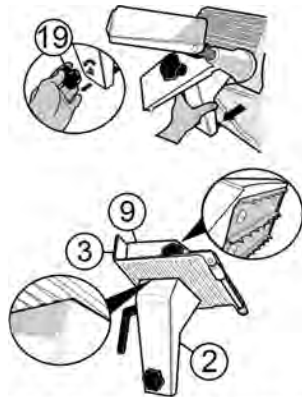

FIG 7. CARRO Y PORTA-CARRO
A. CARRO (Ver Fig. 7).
1.- Afloje la perilla del porta-carro (19) para remover el ensamble completo.
2.- Inspeccione el área de contacto entre el porta-carro (2) y el carro (3) y entre el pisón (9) y las placas dentadas. **Las superficies de contacto entre estos componentes no deberán tener espacios libres o claros. Además los empaques no deberán presentar desgaste o desprendimiento.**
3.- Limpie por completo y remueva todos los restos de comida, ponga cuidado especial a la barra de deslizamiento y al pisón (9). Aplique aceite mineral de uso aprobado para contacto con comida (Pregunte a su distribuidor).
1.- Barra deslizadora: se debe lubricar la barra para deslizamiento de carro con grasa ligera cada 100 horas de uso ó 3 días de servicio. El punto a lubricar es la circunferencia completa de la barra (20) principal y alrededor de la barra cuadrada (por debajo de la base).
2.- Disco-cuchilla: Después de cierto periodo de uso ó si observa que la calidad del corte ya no es tan fina como la primera vez, necesitará afilar el disco (5). Siga las siguientes instrucciones :
B.- Afloje la perilla (17) de la caja afilador localizada debajo del ensamble para liberar el mecanismo (**Fig. 7**).
C.- Levante el ensamble y gírelo 180°, vuélvalo a insertar y asegúrelo. Verifique que las piedras están arriba (12) y abajo (11) del disco y a una distancia Aprox. de 7 mm del borde. Atornille la perilla (17).
D.- Encienda el equipo y presione el pin "a", deje que la piedra (11) roce debajo del disco por unos segundos. Esto afilará la orilla y dejará una pequeña rebaba sobre la misma. Deje de presionar el pin "a" y éste se botará automáticamente y regresará a su posición de origen.
E.- Ahora presione el pin "b" y la piedra (12) removerá el exceso de rebaba sobre la misma. Tenga cuidado de no excederse en la presión de la piedra pues podría crear un ángulo inverso y dañar la orilla del disco. Al dejar de presionar el pin "b" éste regresará a su posición de origen.